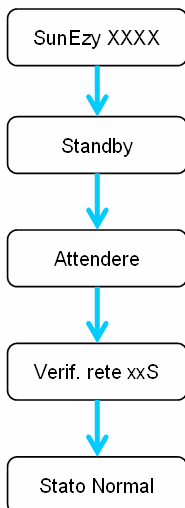

Fig. 11
- Se la tensione in corrente continua è sufficiente, l'inverter SunEzy visualizza successivamente e in modo automatico le informazioni riportate nello schema a lato (Fig. 11) a seconda della lingua impostata.